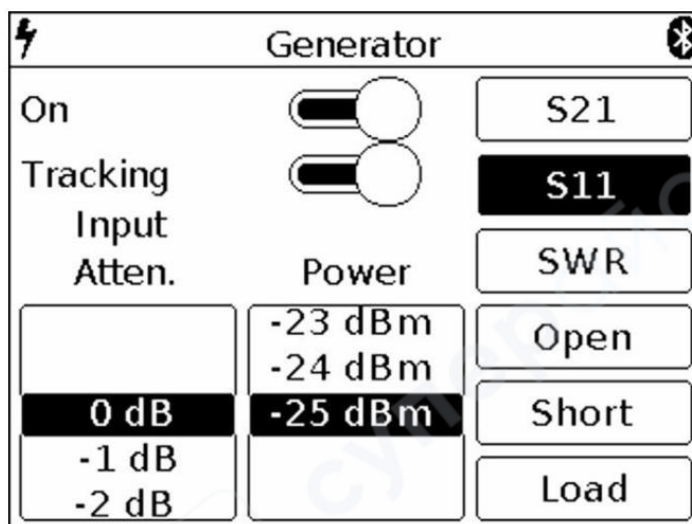

Рисунок 16 – Включение режима S11
1. Для измерения коэффициента отражения необходимо выбрать режим [S11] (Рисунок 16).